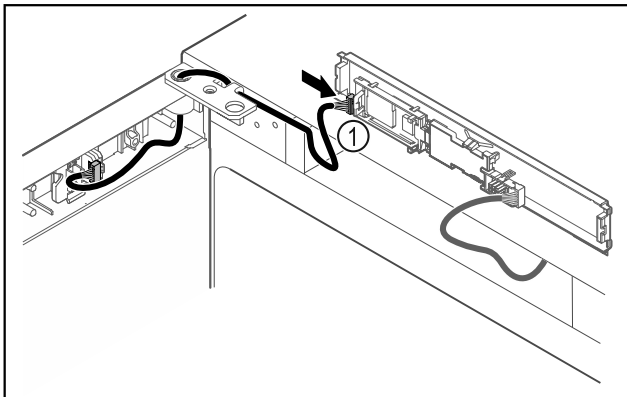

Fig. 43
- ▶ Подключите штекер Fig. 43 (1) к панели.